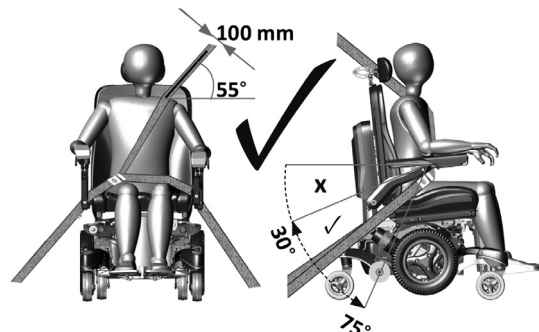
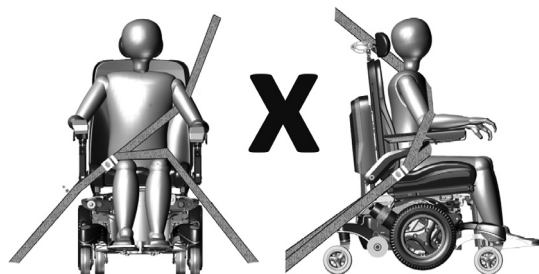

Fig. 5.5 – juiste positie van driepuntsveiligheidsgordel
Fig. 5.6 – onjuiste positie van driepuntsveiligheidsgordel
- Gordels moeten op de juiste plaats in de auto worden bevestigd en moeten niet door rolstoelonderdelen (zoals de armsteunen of de wielen) van het lichaam worden afgehouden (zie Fig. 5.6)
- Er moet een heupgordel laag over de voorzijde van het bekken worden bevestigd, zodat deze gordel een hoek maakt tussen 30° - 75° ten opzichte van de horizontale lijn (Fig. 5.5)
- Een grotere hoek binnen deze begrenzing heeft de voorkeur (Fig. 5.5)
- De gordel voor het bovenlichaam moet over de schouder en diagonaal over de borst worden gedragen, zoals op de afbeelding is weergegeven (Fig. 5.5). Plaats de gordel niet zoals weergegeven in Fig. 5.6